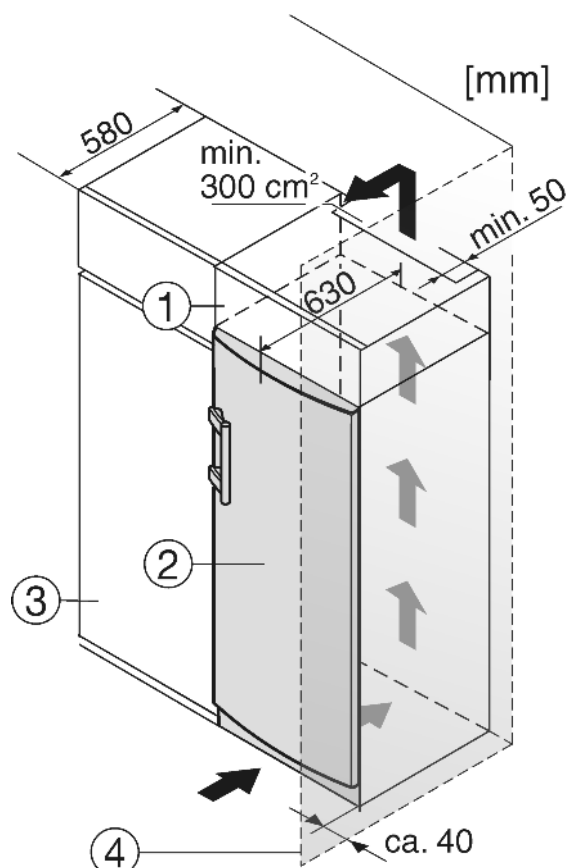

Fig. 11
Zařízení lze zabudovat do vybavení kuchyně. K vyrovnání přístroje Fig. 11 (2) na výšku kuchyňské linky lze na přístroj nasadit odpovídající nástavec Fig. 11 (1).
Při montáži do kuchyňských skříní (hloubka max. 580 mm) lze přístroj instalovat hned vedle kuchyňské skříně Fig. 11 (3). Dvířka přístroje přesahují přední stěnu kuchyňské skříně na stranách o 34 mm a uprostřed o 50 mm. To umožňuje jejich volné otevírání a zavírání.
Když se přístroj instaluje závěsy vedle stěny Fig. 11 (4), musí být vzdálenost přístroje od stěny alespoň 40 mm. To odpovídá přesahu madla při otevřených dvířkách.